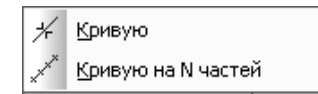

Рис. 4.154. Всплывающее меню пункта **Разбить** выпадающего меню пункта **Редактор** главного меню
- **Разбить** вызывает всплывающее меню, показанное на рис. 4.154.